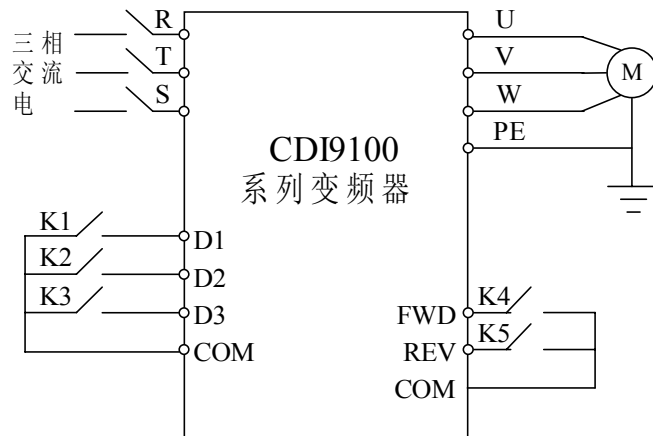

图6.3.2 多段速度运行接线图
**P02.00=1、P02.01=2、P02.02=3**，即可通过外部开关实现多段速度控制，如图6.3.2所示。